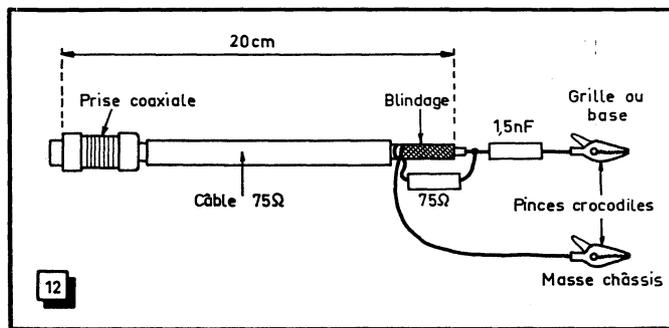

Fig. 12. — Terminaison du câble coaxial d'injection du signal.
Fig. 12. — Un dispositif d'indicateur à deux voyants dont un seul est illuminé à la fois, permettant de savoir si on se trouve avant ou après le passage par zéro du pont, est d'un usage plus agréable.
Pour les réglages du potentiomètre principal situés vers le milieu de la gamme, le zéro est très « pointu », de sorte que du fait de l'inertie thermique du voyant, on passe parfois par zéro sans le voir. Aussi trouvons-nous préférable d'utiliser deux voyants de couleurs différentes (bleu et rouge, par exemple), correspondant aux réglages avant et après le zéro. Ces voyants sont alimentés à travers des diodes dont une seule est conductrice, suivant que c'est le transistor T_3 ou T_4 qui est conducteur, le zéro correspondant alors à l'extinction des deux voyants simultanément (fig. 12).
2. — Pour appliquer le signal dans les conditions normales, il faut que le câble de liaison (que l'on suppose coaxial, 75 Ω) se termine « correctement ». Pour les étages F.I., à tubes ou à transistors, on réalisera une « sonde » très simple, comme celle de la figure 12, dont la prise coaxiale s'adaptera à celle qui termine le câble de liaison du vobulateur. Ne pas dépasser 20 cm pour la longueur totale du câble de la « sonde ».